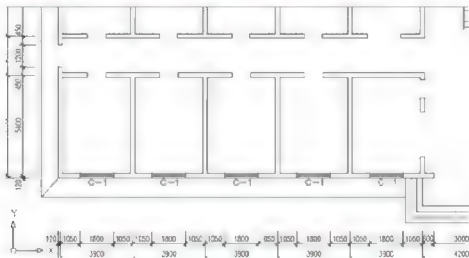

图 3.92 插入①轴线上①~⑥轴线之间的 5 个 3900mm 窗
(2) 执行【多重插入】命令，插入①轴线上①~⑥轴线之间的 5 个 3900mm 窗，结果如图 3.92 所示。注意观察图 3.88 和图 3.92 中“C-1”的不同位置。